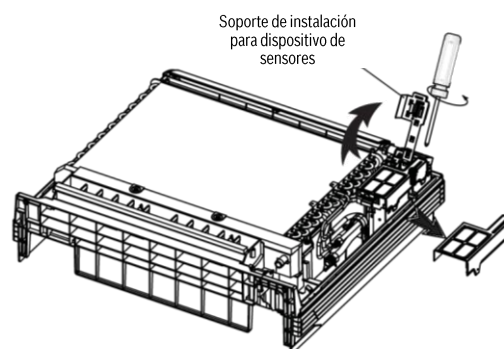

Fig. 50-10
- El soporte de instalación del dispositivo de sensores rota a un lado, agarra la cubierta de la caja eléctrica. (Retira la caja eléctrica si la capacidad es de 18000btu/h al igual que al usar la función de red.) (Véase Fig. 50-10)